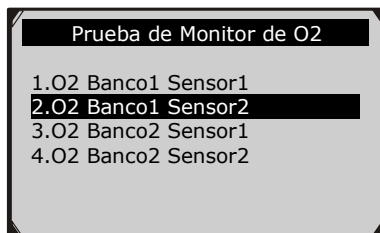

Figura 6.23
- 3) Use el botón de desplazamiento **ARRIBA/ABAJO** para seleccionar **Sensor de O2** desde el menú **Prueba de Monitor de O2** y presione el botón **OK**. (Figura 6.23)